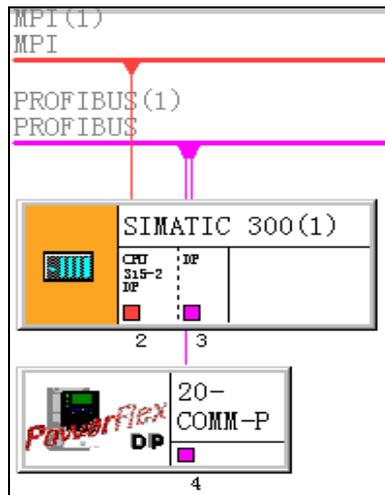

图 3-17 网络结构
(1) 回到 SIMATIC Manager 界面，找到 CPU 下的“Connections”，并双击该图标。
(2) 进入网络连接界面，在硬件组态部分已对该网络进行了一定的设置，包括节点地址和波特率等。将 CPU 块下面的红色按钮连接到上方的 MPI 红色网络线，完成后网络结构如图 3-17 所示。